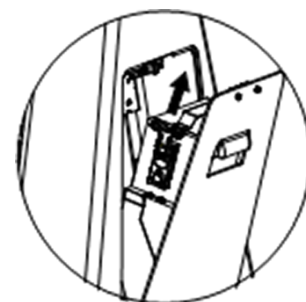

Fig. 16
3. Deconectați corect conectorul de alimentare. Nu atingeți cablajul. (Fig. 16)